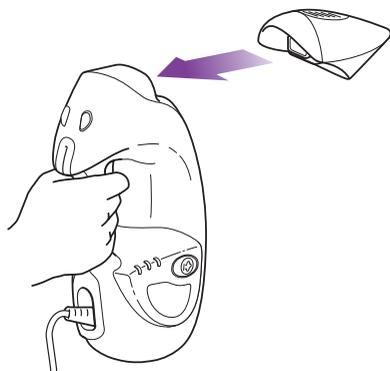

fig. 16
- 1 Pour la vapeur et le nettoyage des taches, installez tout d'abord la buse de vapeur directe en l'appuyant sur le **Vaporisateur Portatif** jusqu'à ce qu'il s'enclenche en place. (fig. 16)